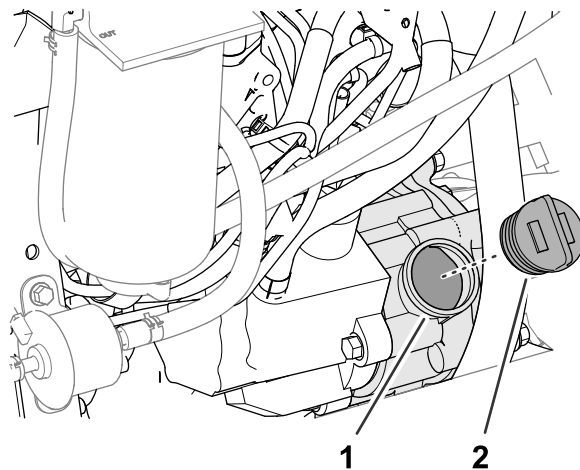

Figura 124
5. Dacă nivelul uleiului este scăzut, scoateți bușonul rezervorului (Figura 124) i adăugați treptat